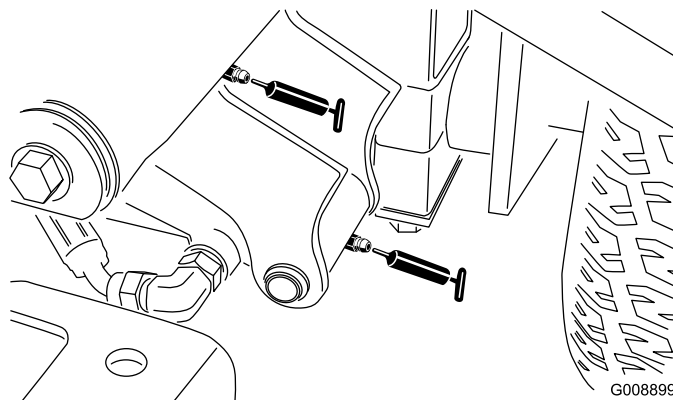

Рисунок 55
- Цилиндр поворота и подъема левого переднего подъемного рычага (2) (Рисунок 55)